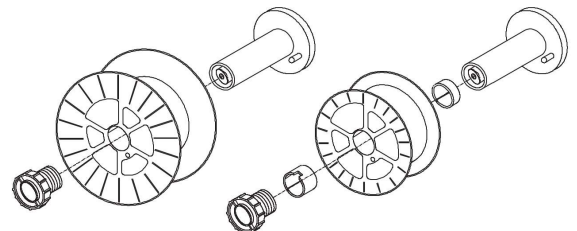

Figura 2
- Se necessario per il tipo di bobina introdurre i distanziali come indicato nella figura 2.